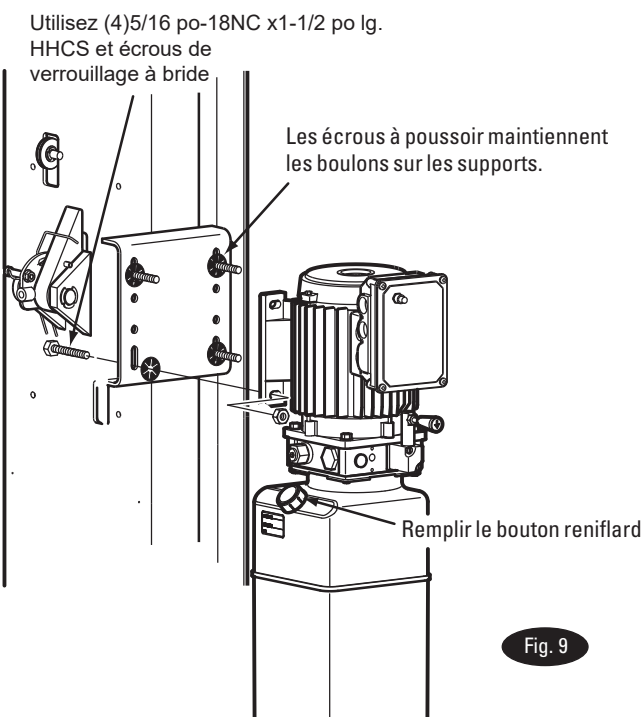

Fig. 9
9. Groupe moteur : Placez les (4) trous traversants de verrouillage HHCS à bride 5/16 po-18NC x 1-1/2 po dans le support de l'unité motrice à l'aide des écrous-poussoirs pour les maintenir en place, Fig. 9. Montez l'unité avec le moteur sur le support de la colonne et installez (2) écrous de blocage à embase 5/16 po. Installez et serrez à la main le raccord sur la pompe jusqu'à ce que le joint torique soit en place. Continuez à serrer le contre-écrou à 10-15 ft-lbs (14-20 Nm), ou jusqu'à ce que l'écrou et la rondelle reposent sur le collecteur de la pompe. REMARQUE : Vous pouvez peut-être encore faire pivoter le Té de raccordement. Ceci est acceptable, sauf s'il y a un suintement au niveau du joint torique. Si c'est le cas, serrez légèrement le contre-écrou.